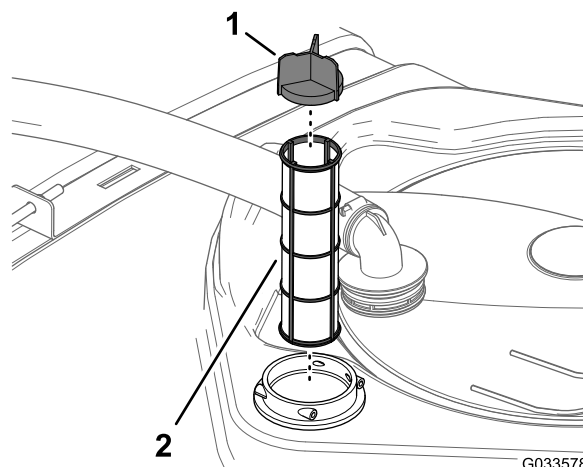

Figure 89
4. Sortez la crépine d'aspiration du logement du filtre dans le réservoir (Figure 89).